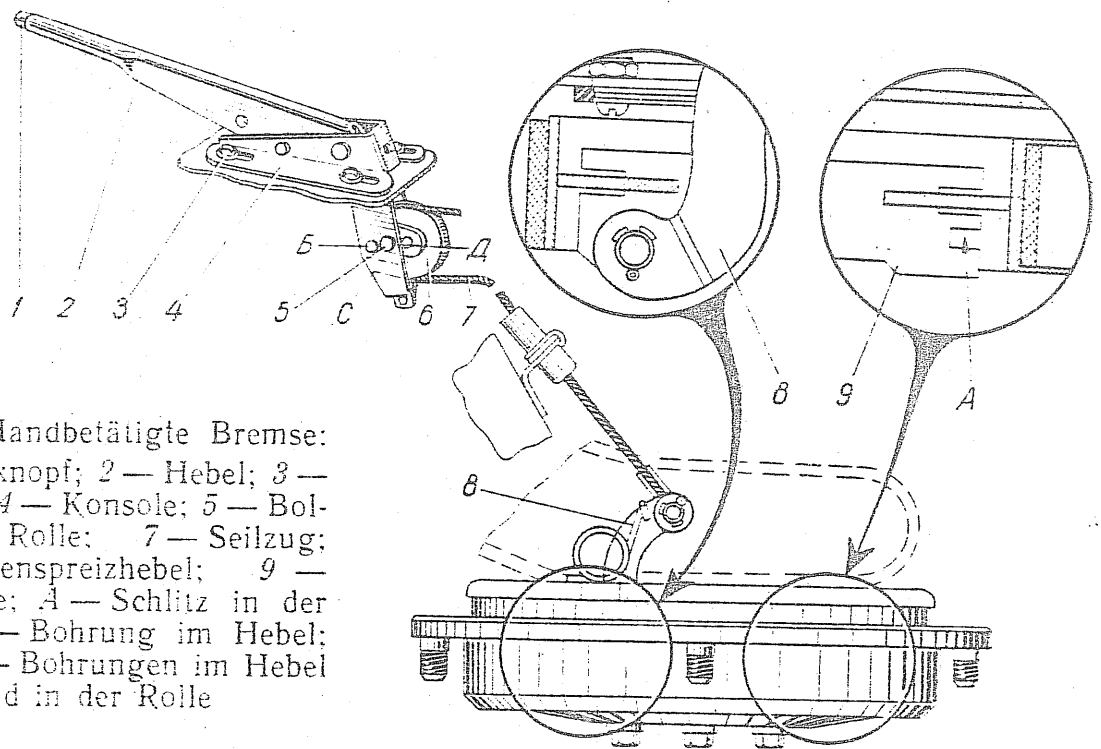

Bild 42. Handbetätigte Bremse:
1. Nachspannen des Seilzuges durch Vorwärtsverstellen der Konsole 4 (Bild 42) am Hebel 2 des Bremsenantriebes.